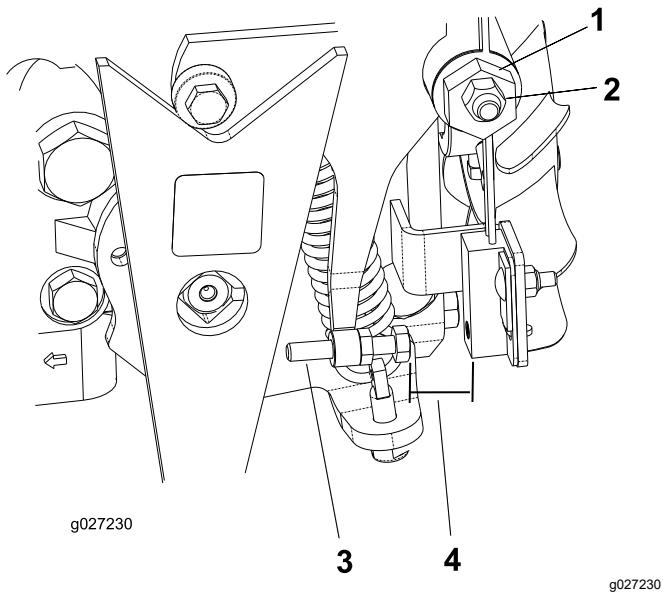

Рисунок 35
4. Ослабьте контргайку на кулачке регулировки тяги (Рисунок 35).
5. Запустите двигатель и поверните шестигранник кулачка (Рисунок 35) в обоих направлениях, чтобы определить среднюю точку хода педали в нейтральном положении.
3. Регулируйте винт до тех пор, пока зазор не составит от 0,8 до 2,3 мм; см. Рисунок 35.